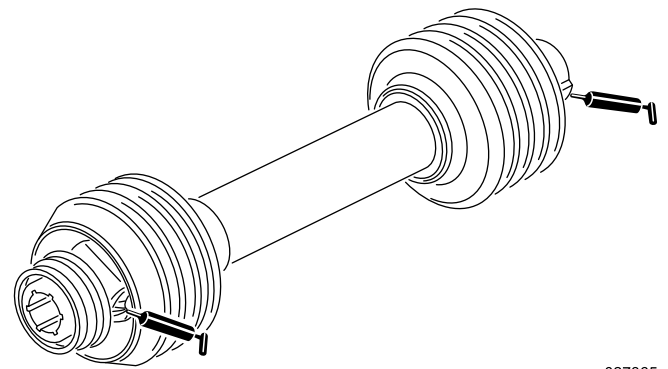

Figura 10
2. Ingrassate con grasso n. 2 a base di litio i raccordi sui cuscinetti dell'albero della ventola, come illustrato nella Figura 10.
Ingrassate con grasso n. 2 a base di litio i 2 raccordi dell'albero di trasmissione, come illustrato nella Figura 10.